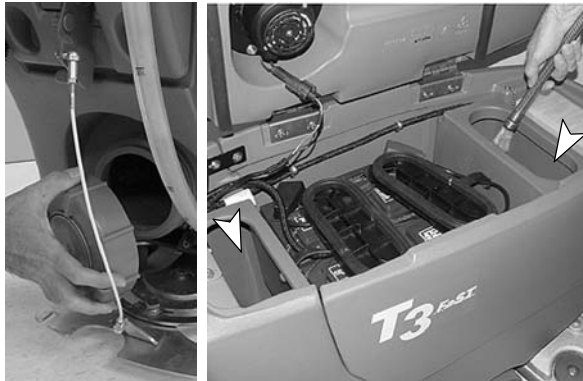

FIG. 30
2. Pour rincer le réservoir de solution, retirez le bouchon de nettoyage situé à l'arrière de la machine et aspergez de l'eau (60° C maximum) directement dans les deux orifices de remplissage situés sous le réservoir de récupération (Figure 30).